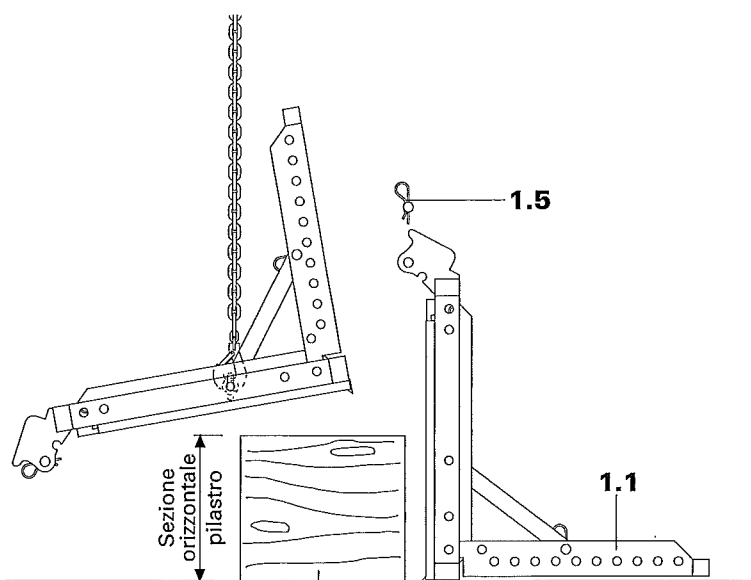

Fig. 7
5. Agganciare una braca a due funi alle viti con anello, spostare e posizionare il telaio per pilastro in corrispondenza del primo elemento del pilastro con l'ausilio della gru. Fig. 7